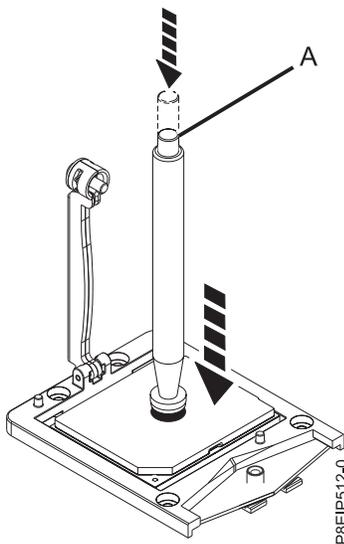

Abbildung 66. Ausbauwerkzeug auf das Systemprozessormodul herabsenken
7. Senken Sie den Vakuurstift auf das zu installierende Systemprozessormodul ab. Drücken Sie das obere Ende des Stiftes ganz herunter (**A**) und halten Sie den Stift im Zentrum des Prozessormoduls (siehe Abb. 66). Lassen Sie das obere Ende des Stiftes los, um den Stift am Prozessormodul zu befestigen.